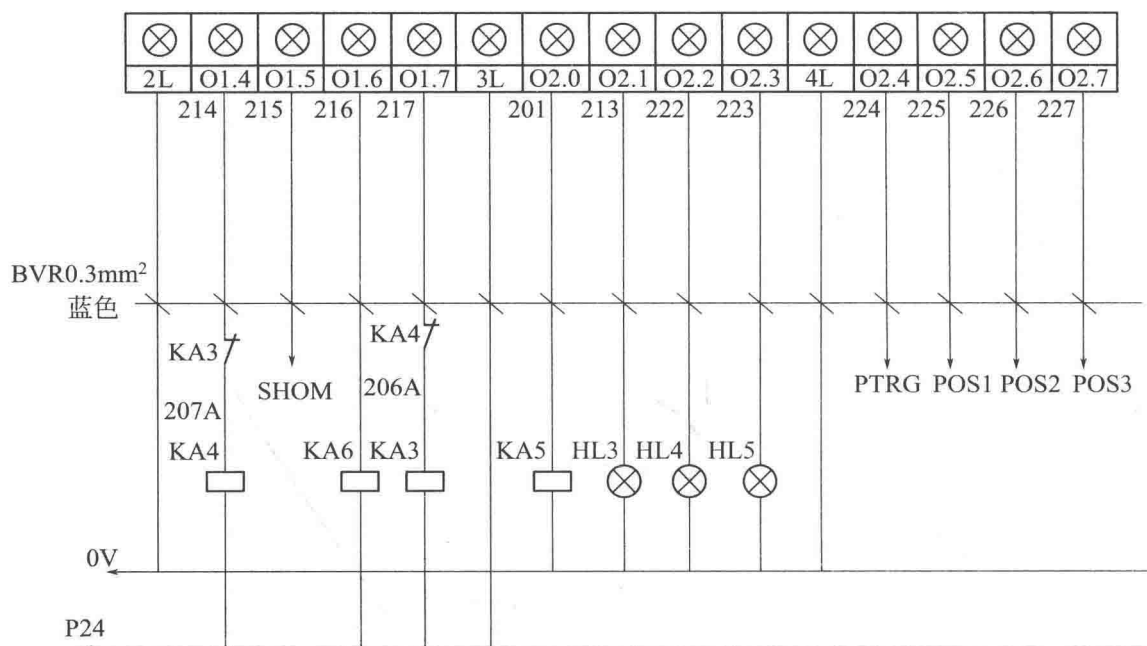

图 1-10 某设备 PLC 输出模块接线图
① 单元接线图和单元接线表 用于表示该单元内部导线的连接情况，一般不包括单元外部连接，但可标出相连接的单元图图号，如图 1-10 所示。
② 互连接线图和互连接线表 是表示单元与单元之间的连接情况的图。一般不包括单元内部的连接，但应有去向标记。